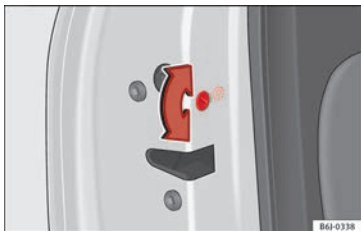

Fig. 139 Sécurité enfants de la porte gauche.
» fig. 139 et dans le sens horaire pour les portes de droite.
- Lorsque la porte est ouverte, tournez la rainure avec la clé du véhicule dans le sens anti-horaire pour les portes de droite et dans le sens horaire pour les portes de gauche » fig. 139.